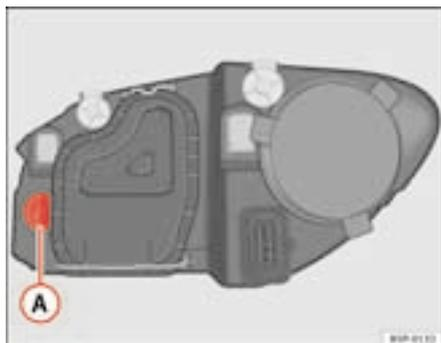

Fig. 178 Lâmpada das luzes intermitentes
- Rodar o porta-lâmpadas ⇒ fig. 178 **A** para a esquerda e puxar.